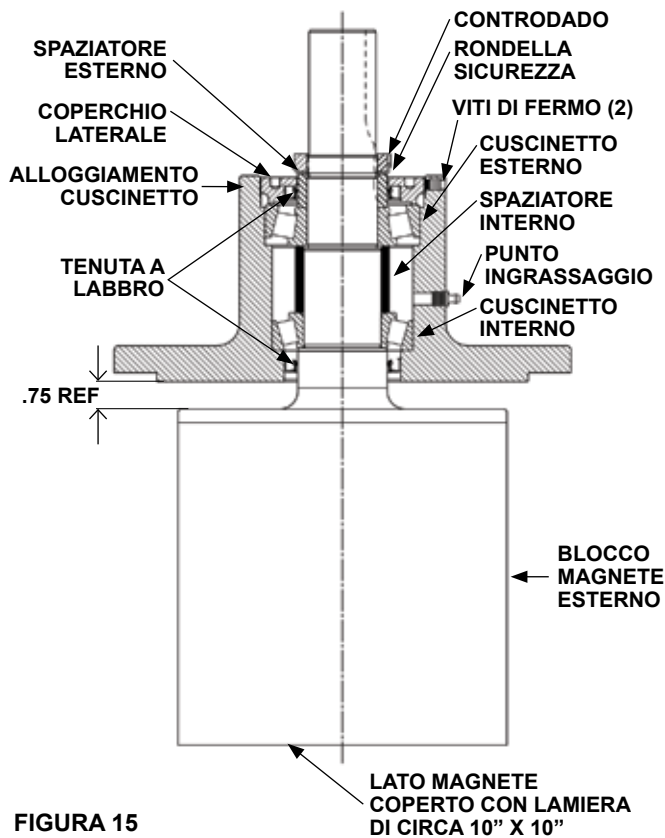

FIGURA 15
L'alloggiamento dei cuscinetti prevede 2 cuscinetti a rulli conici (TRB) insieme al supporto dei magneti esterni con albero. L'unità può essere ingrassata dall'esterno tramite i punti di ingrassaggio. Vedere Figura 15 a pagina 9, se è richiesto uno smontaggio ulteriore e procedere nel modo seguente:
3. Inserire l'albero del magnete esterno attraverso i cuscinetti e lo spaziatore interno. Quando l'albero è nella posizione idonea dovrebbero essere circa 0.75" tra il magnete e l'alloggiamento. Vedere Figura 15.